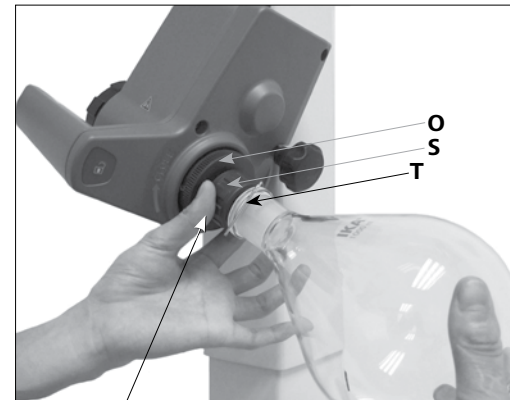

Fig. 15b
- 핀이 베이퍼 튜브에 놓일 수 때까지 핀 (S)으로 플라스틱 너트 (P)를 시계 반대 방향으로 돌립니다. (Fig. 15b).
- 이제 클램프가 플랜지에 꼭 붙을 때까지 시계 방향으로 플라스틱 너트를 돌립니다. 이렇게 하여 잠금 장치 (O)를 증기 파이프에 유지시킵니다.